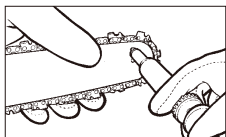

Fig. 20
3. Insérez le bec effilé du pistolet de lubrification (en option) dans l'orifice de lubrification et injectez de la graisse jusqu'à ce qu'elle déborde au niveau du bord extérieur de la roulette (Fig. 20).